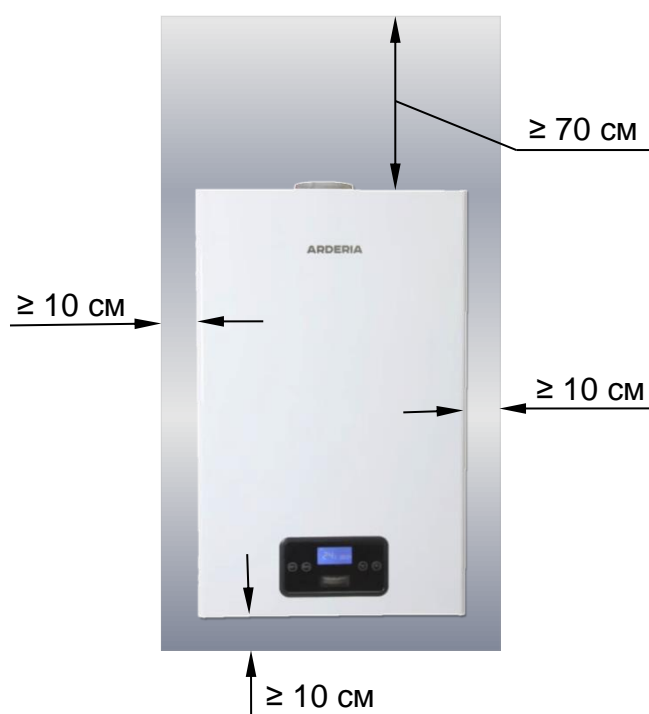

Рис. 13
- При монтаже котла на стену из трудносгораемых и сгораемых (слабогорючих и горючих) материалов, стена **должна быть** изолирована негорючими материалами (например: кровельной сталью по листу асбеста толщиной не менее 3 мм. или известковой штукатуркой толщиной не менее 10 мм) или экранами заводского изготовления. Указанное покрытие **должно выступать** за габариты корпуса котла не менее, чем на 10 см. и на 70 см. сверху (См. Рис. 13). При невозможности выдержать расстояние в 70 см. сверху, а так же при монтаже горизонтальной системы дымоудаления, **допускается** уменьшить его в многоквартирных жилых домах до 50 см., в квартирах многоквартирных домов до 10 см.